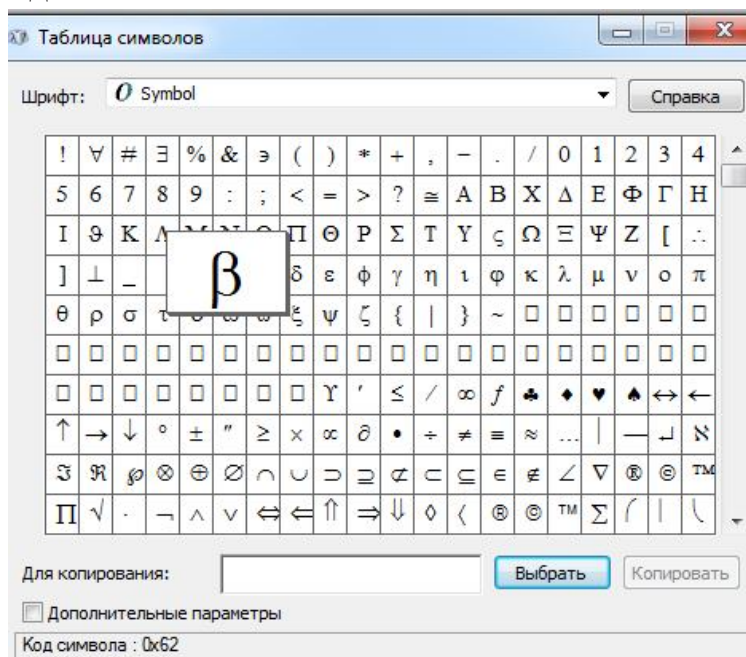

Рис. 6.13. Диалоговое окно **Таблица символов**.
Каждый из этих пунктов вставляет в многострочный текст соответствующий символ текущего шрифта. Пункт **Другое** вызывает системное окно Windows **Таблица символов** (рис. 6.13) вставки любых символов. В данном окне следует щелчком мыши выбрать символ, затем нажать кнопки **Выбрать** и **Копировать**. После этого можно закрыть окно, а в редакторе мультитекста вставить символ из буфера обмена Windows с помощью комбинации клавиш Ctrl + V.
2.1. Создать новый текстовый стиль *Основная надпись* (рис. 6.13) с указанными на рисунке параметрами.